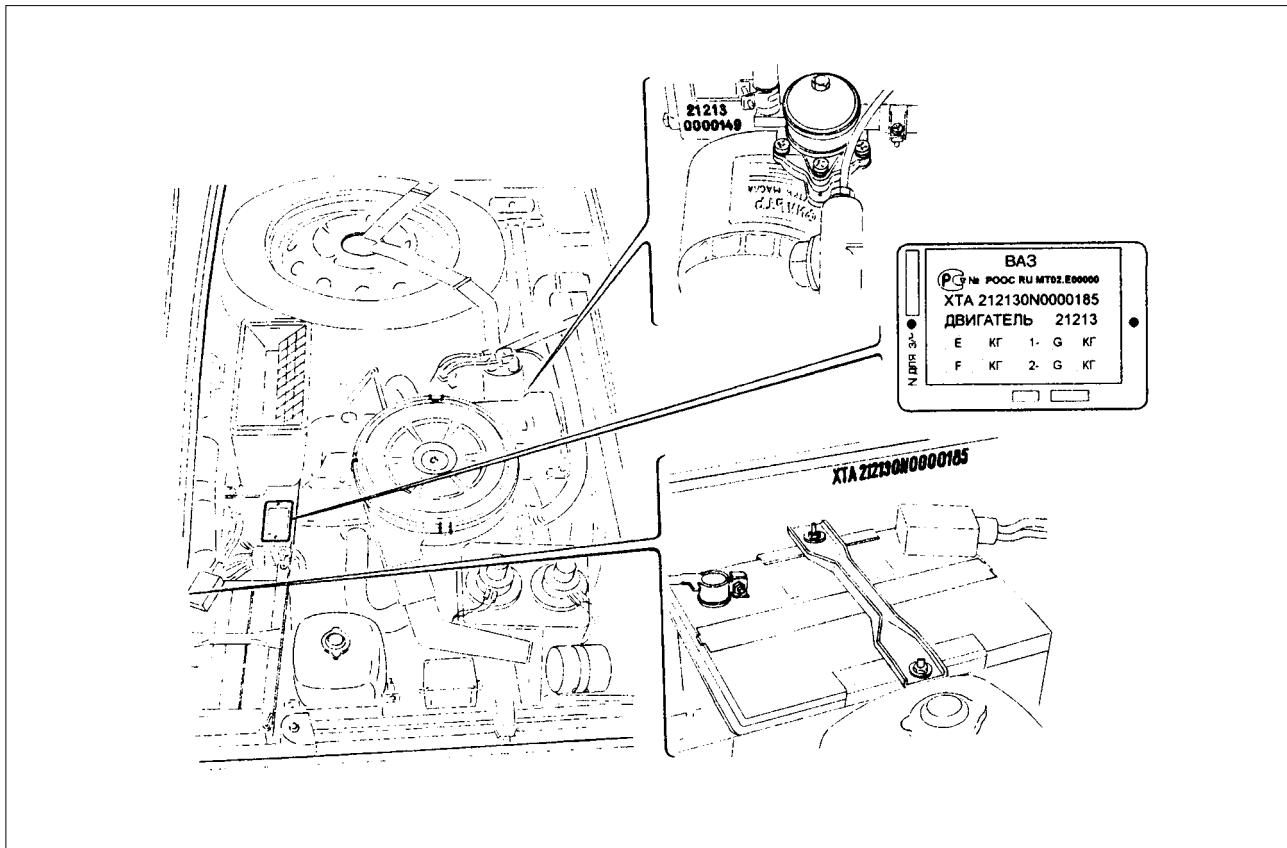

Рис. 54. Паспортные данные
**Модель и номер автомобиля, модель двигателя, весовые данные, номер для запасных частей, варианты исполнения и комплектации** указаны в сводной табличке заводских данных (рис. 54).